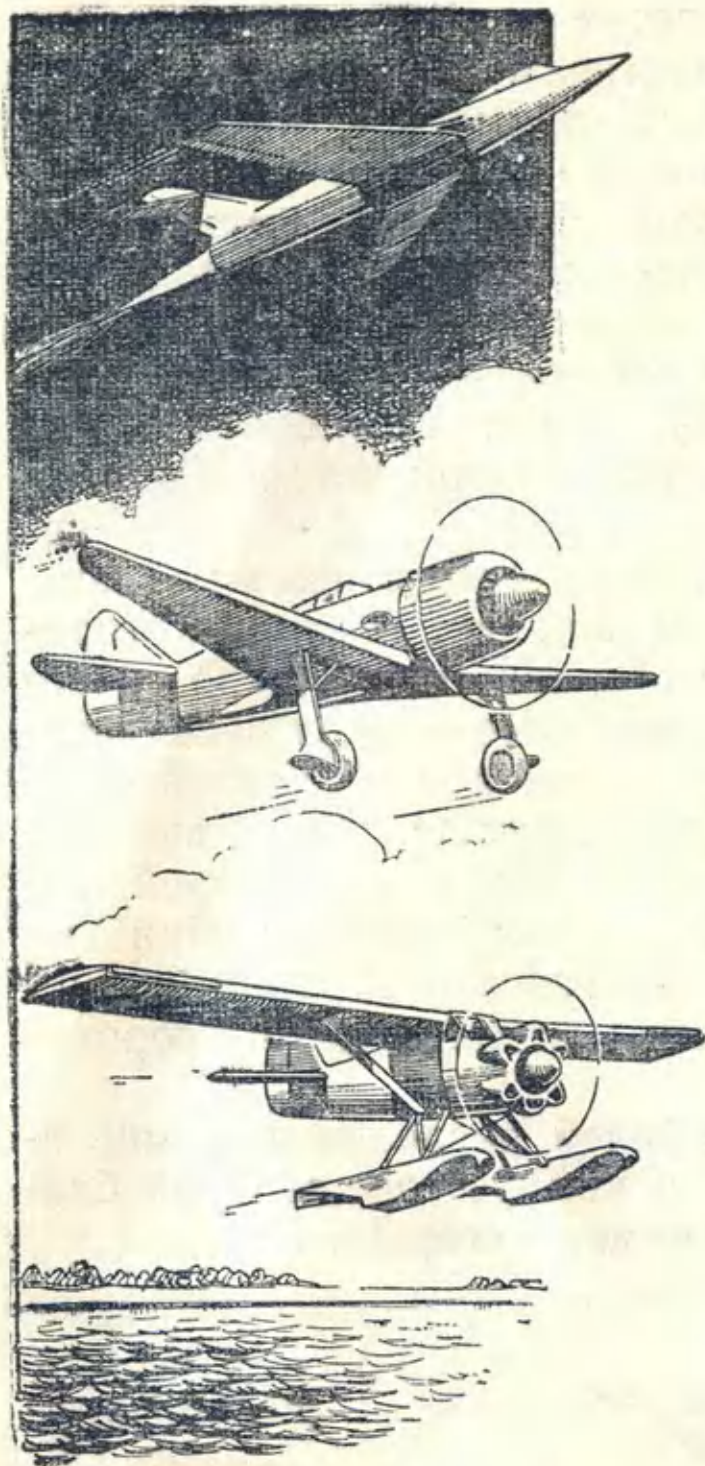

Рис. 14.
5. Шасси самолета служит для взлета и посадки. Для взлета с земли самолет имеет колесное шасси. Для взлета с воды у так называемых гидросамолетов вместо колес устанавливаются поплавки (рис. 14).
Самолетные колеса, так же как и автомобильные, снабжены резиновыми пневматиками. Стойки шасси, на которых находятся колеса (см. рис. 14), снабжаются специальными масляными или резиновыми амортизаторами, которые смягчают удар самолета о землю при посадке. У современных скоростных самолетов шасси обычно делается убирающимся — для уменьшения воздушного сопротивления. У наших летающих моделей есть в миниатюре все основные части самолета: крыло, фюзеляж, двигатели внутреннего сгорания или реактивные двигатели, воздушные винты и убирающееся шасси. Все эти детали работают по тем же принципам, что и детали настоящих самолетов, но они значительно проще по своему устройству и поэтому могут быть построены юными авиамоделистами.